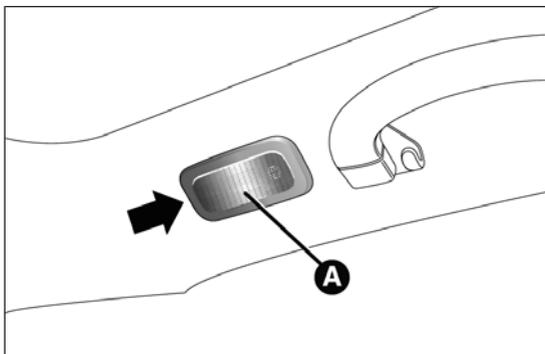

fig. 192
- intervenir sur le point indiqué par la flèche et enlever le plafonnier A fig. 192 ;
- remonter le plafonnier A fig. 192 en l'engageant dans sa position correcte d'abord d'un côté et ensuite en poussant sur l'autre côté jusqu'à entendre le déclic de blocage.